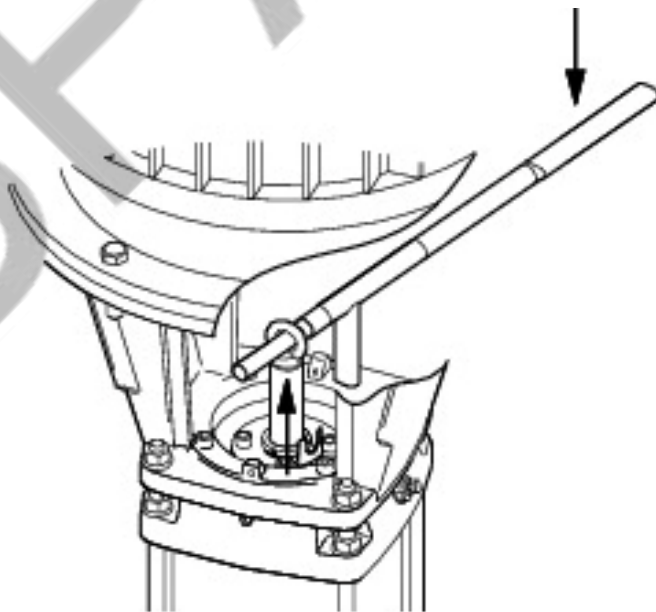

Рис.18
7. Поднять вал насоса. Установить регулировочный калибр между оправкой для уплотнения вала и держателем уплотнения, смотрите рис. 18.
14. Поднять вал насоса. Установить регулировочный калибр между оправкой для уплотнения вала и держателем уплотнения, смотрите рис. 18.